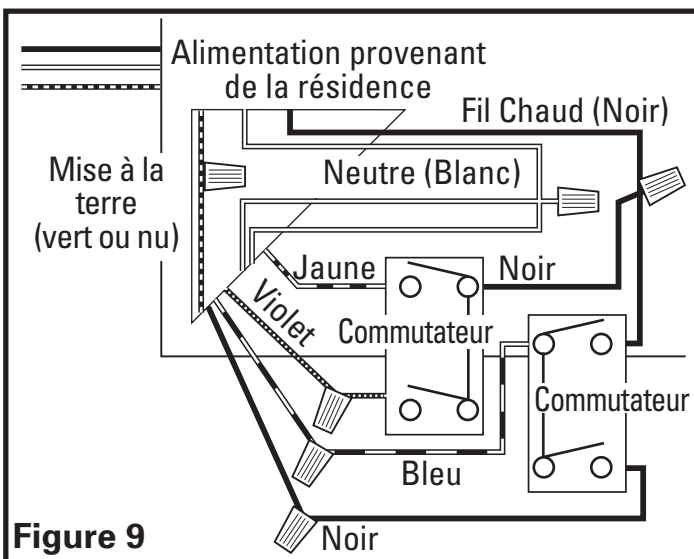

Figure 9
3. **Ventilation intermittente** : Pour les ventilateurs à deux vitesses câblés pour la ventilation intermittente avec le commutateur AKS4 recommandé (non inclus). Mettez à la terre correctement les commutateurs. Connectez un fil du fil bleu dans le ventilateur à la borne commune de l'un des interrupteurs. Connectez le fil noir de la source d'alimentation à la borne supérieure de l'interrupteur. Ceci amorcera et arrêtera le ventilateur. Connectez un fil noir dans le ventilateur à la borne inférieure du même commutateur. C'est le contrôle de la vitesse du ventilateur et la fermeture de l'interrupteur changera la vitesse de vitesse normale à haute vitesse. Sur le deuxième interrupteur, connectez un fil noir (chaud) de l'alimentation à la borne commune du commutateur. Sur le même commutateur connectez un fil à partir du fil jaune dans le ventilateur à la borne supérieure de l'interrupteur. C'est le contrôle de la lumière. Connectez un fil du fil violet dans le ventilateur à la borne inférieure de l'interrupteur auquel vous venez de connecter le fil jaune. C'est le contrôle de la lumière de nuit (Figure 9).